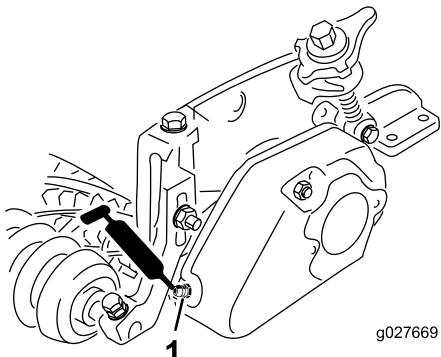
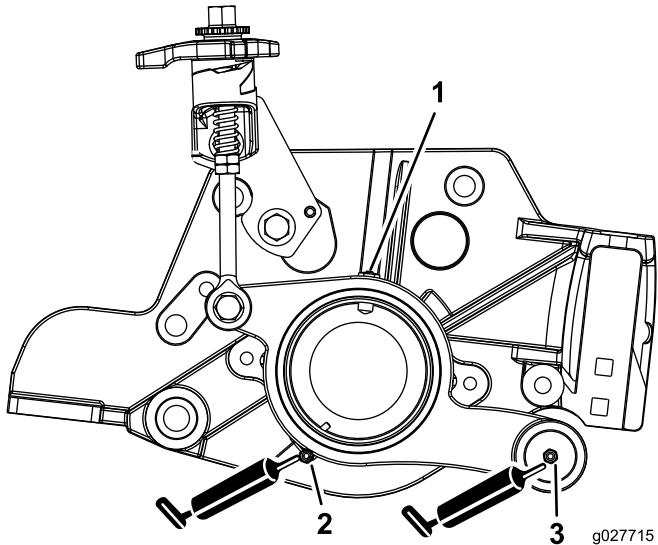

图19
图20
28. 使用润滑脂润滑滚刀马达侧轴承座（图20）。
29. 润滑每个疏草刀轴承（最多 2 个或 3 个泵）（图19 和 图20）。